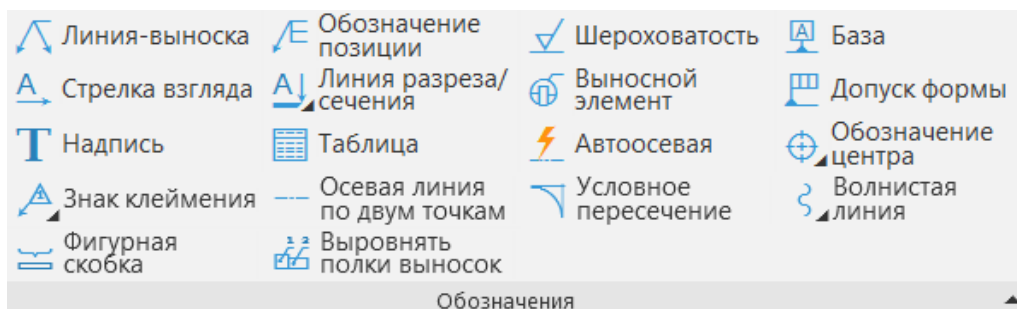

Рисунок 190 - Панель обозначения
4.1.2. Панель обозначения (Рисунок 190)
Панель обозначения – предназначена для проставления на чертеже знаков шероховатости, баз, линий-выносок, допусков формы, стрелок взгляда и пр. (Рисунок 190).